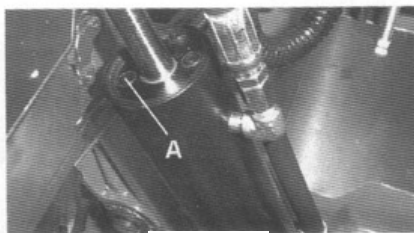
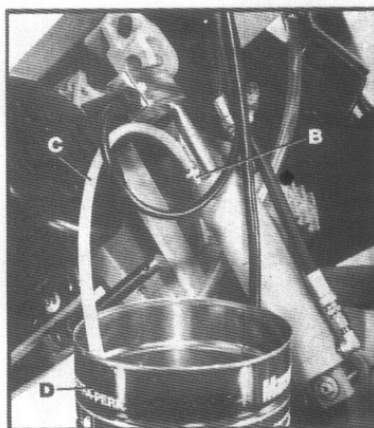

Рис. 22
Рис. 23
2. Вытащите пробку (A) Рис.22 из верхней части гидравлической системы и замените ее подходящим шланговым штуцером (B) Рис.23, подключите чистый шланг (C) к штуцеру, как показано на рисунке.
3. Залейте приблизительно одну кварту (светлого) масла Mobil-DTE, поставляемого в банках ёмкостью одна кварта, в контейнер (D) Рис.23, поместите шланг (C) в контейнер (D), убедившись, что край шланга погружен в масло, поднимайте и опускайте рычаг пилы до появления пузырей внутри чистого шланга (C).
4. Снимите шланговый штуцер (B) Рис.23 и установите на место пробку (A) Рис.22.